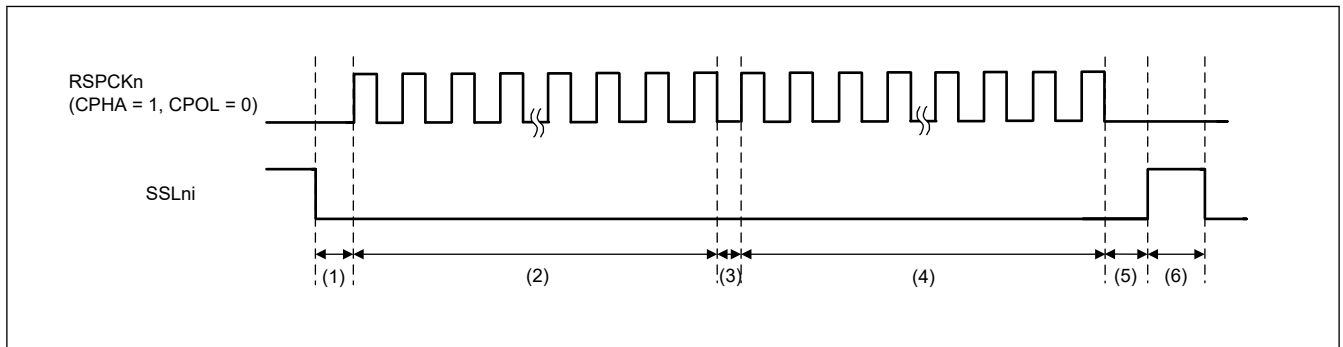

図 30.61 SSLKP ビットを利用したバースト転送の動作例 (BFDS = 1, SPFRF = 0)
図 30.61 に、SPCMD0 および SPCMD1 レジスタの設定値を使用してバースト転送を実現した場合の SSLni 信号の動作例を示します。以下では、図 30.61 に示す (1)~(6) の SPI の動作内容について説明します。SSLni 出力信号の極性は、SPI SSLi 信号極性ビット (SPCR3.SSLiP) ($i = 0 \sim 3$) の設定値で決まります。